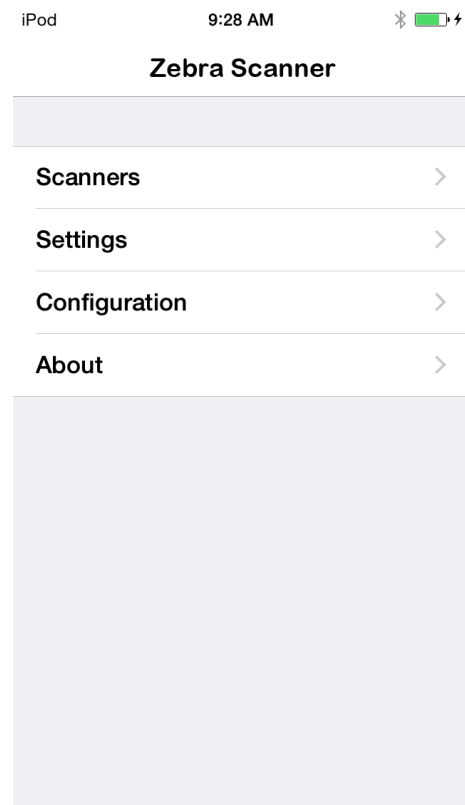

図 6-1 [ホーム] 画面
[スキャナ]画面を表示するには、[ホーム]画面から[スキャナ]をタッチします(図 6-1)。[スキャナ]画面には、デバイスとペアリングされ接続済みであるすべてのスキャナが表示されます。一覧にあるデバイスを選択し、[アクティブなスキャナ]画面を表示します(6-5 ページの「[アクティブなスキャナ]画面」を参照)。以前にデバイスとペアリング/接続されているデバイスが存在しない場合は、接続が必要です(デバイスとスキャナの接続を参照)。
2. [ホーム]画面から[スキャナ]をタッチします (図 6-1)。[自動検出]オプションが有効である場合は、次の画面が表示されます。
[設定]画面を表示するには、[ホーム]画面から[設定]をタッチします(図 6-1)。
[スキャナの構成]画面を表示するには、[ホーム]画面から[構成]をタッチします (図 6-1)。
[バージョン情報]画面を表示するには、[ホーム]画面から[バージョン情報]をタッチします (図 6-1)。